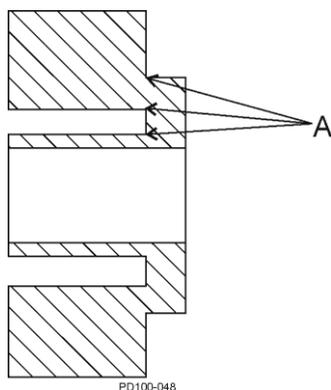

Figure 32 - Points de contrainte du rotor
- Inspectez minutieusement les rotors pour détecter les rainures de clavette usées, l'usure des moyeux et les fissures de contrainte. Utilisez la méthode de contrôle par ressuage pour détecter les fissures de fatigue au niveau des points de contrainte du rotor (figure 32, élément A).